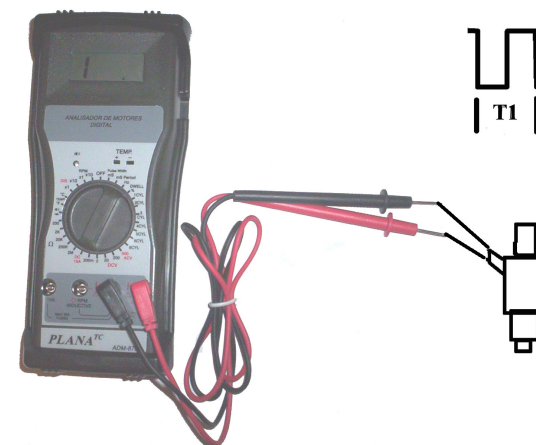

Fig.18
- Pegue o cabo de teste do **ADM-8700** e conecte a garra preta e vermelha conforme indicado na fig.18;